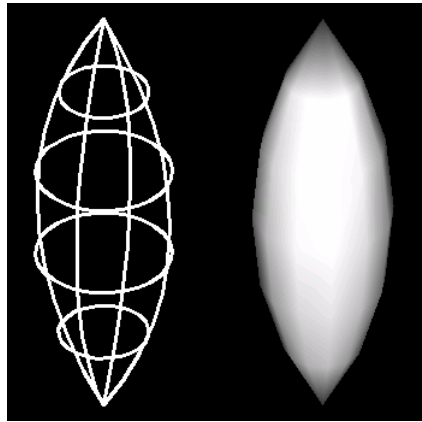

图 2-27 创建两极突起的球体实体
(3) 如果圆环体半径为负值，而圆管半径为正值，而且圆管半径大于圆环体半径的绝对值，则可以得到类似于图 2-27 所示的两极尖锐突出的球体（左侧为线框模型，右侧为着色模型）。